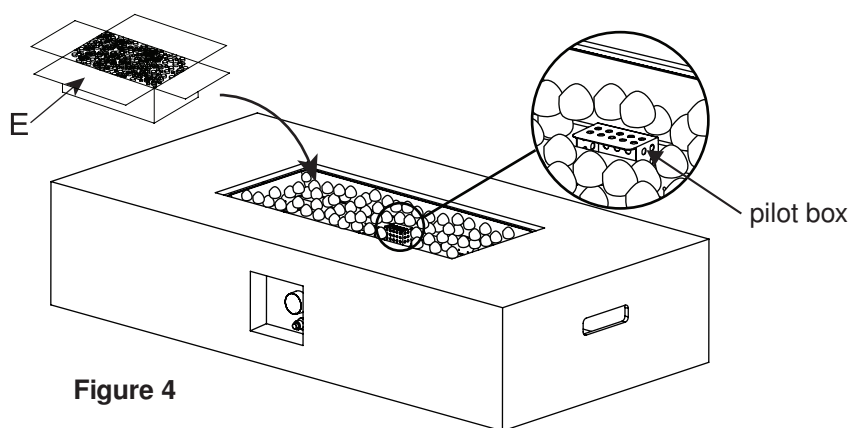

Figure 4
5. Supilkite lavos akmenis (E) į židinio dubenį (B) (žr. Figure 4).